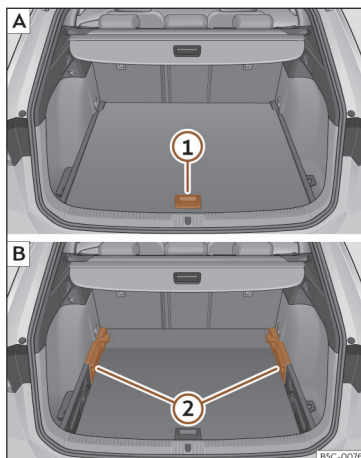

Fig. 179 Plancher du coffre à bagages modulable : **A** position haute ; **B** position basse.
- Pour passer de la position basse en position haute, relevez le plancher avec la poignée >>> **fig. 179 (1)**, tirez-le vers l'arrière jusqu'à ce que la partie avant du plancher dépasse complètement les supports **(2)**.
- Pour passer de la position haute en position basse, relevez le plancher avec la poignée >>> **fig. 179 (1)**, tirez-le vers l'arrière jusqu'à ce que la partie avant du plancher dépasse complètement les supports **(2)**.
- Laissez tomber la partie avant contre le plancher et poussez ce dernier vers l'avant jusqu'à ce qu'il bute contre le dossier de la banquette arrière en abaissant en même temps le plancher avec la poignée ①.
- Lorsque le plancher modulable se trouve en position haute, relevez-le à l'aide de la poignée >>> **fig. 179** ①, tirez-le et repoussez-le vers le dossier de la banquette arrière jusqu'à ce qu'il se plie au niveau de la charnière et que sa partie mobile repose contre le dossier.